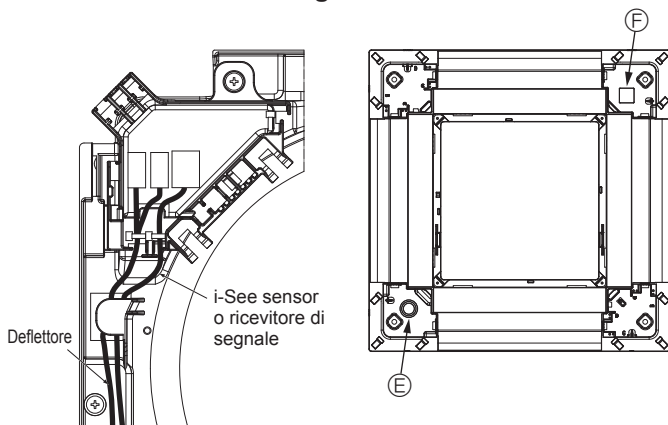

Fig. 10-13
- Instradare i cavi di i-See sensor e del ricevitore dei segnali come indicato in Fig. 10-13.